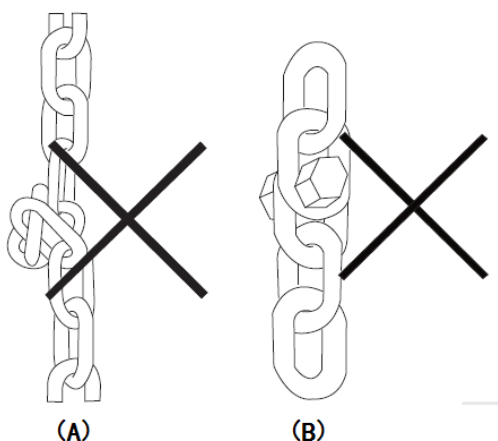

Рис. 14-14 Неправильное использование цепей
● Не допускается перегиб, скручивание или переплетения колец цепи, соседние кольца должны быть свободным, как показано на рис. 14-14 (A).
● Запрещено использовать неформальный метод соединения, как показано на Рис.14-14 (B).